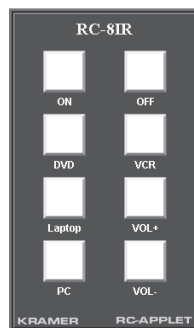

Рис. 8. Виртуальная передняя панель, отображаемая встроенным веб-сервером RC-8IR
1. Наберите IP-адрес¹ прибора (или любой адрес, заданный системным интегратором) в адресной строке браузера. На экране компьютера будет отображена виртуальная панель управления **RC-8IR** (рис. 8).